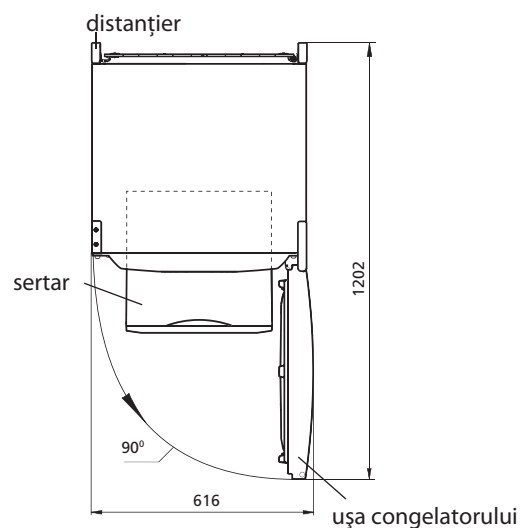

Figura 2 – Congelator (vedere de sus)
1.2 Spațiul total necesar pentru funcționarea congelatorului se determină de dimensiunile de gabarit, indicate în milimetri în figura 2. Pentru extragerea liberă a componentelor din congelator este necesar de a deschide ușa la unghiul nu mai mic de 90°.